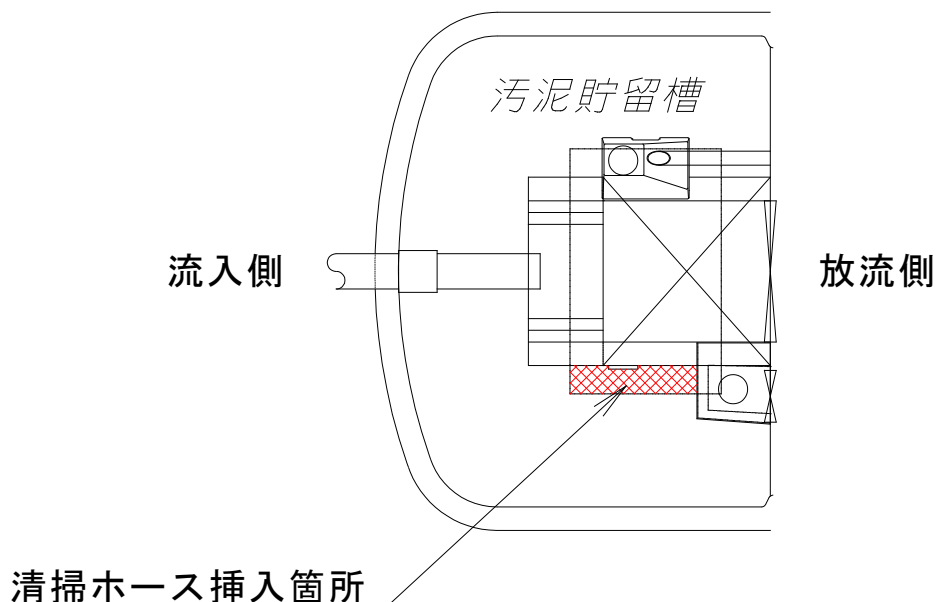

図4-1 汚泥貯留槽における清掃ホース挿入箇所
**清掃ホース挿入箇所** 固液分離部側面およびマンホール設置箇所（図4-1参照）